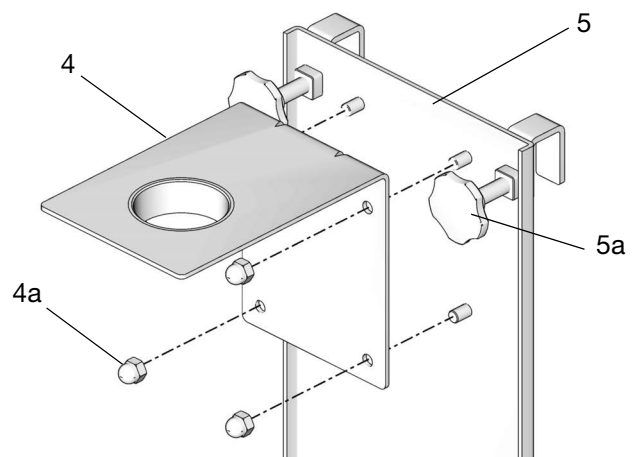

FIG. 12
1. Assembler les pièces 4 et 5 du support de pompe en utilisant les 4 écrous (4a) (fournis) (FIG. 12).